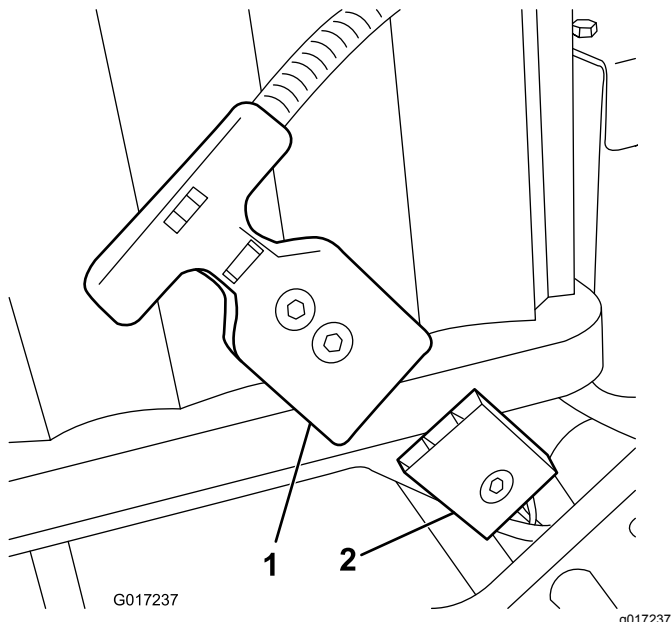

图16
注意 如果您无法在电池组安装后使电池组插座与机器线束插头对齐则可以选择先将线束连接至电池组然后再安装电池组。从电池基座上拔下主电源接头 (图16)。按照说明将接头安装到电池上。将电池安装到基座附带的线束穿过相应的孔然后使用之前卸下的紧固件将主电源接头固定到电池基座上。
16. 将主线束上的 T 形手柄接头连接到电池基座的主电源接头上 图16。